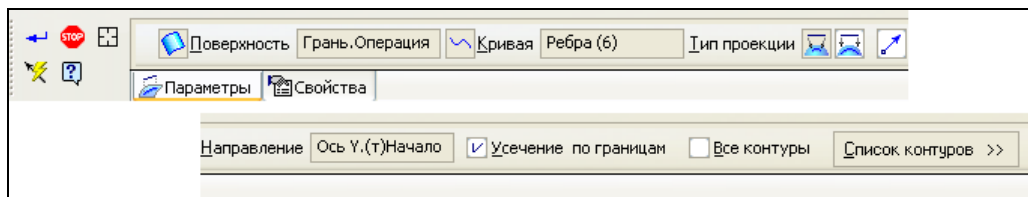

Рис. 7.4. Панель свойств команды **Проекционная кривая**
- ◆ укажите ЛК мыши в модели поверхность или совокупность граней, на которую требуется спроецировать базовую кривую. На Панели свойств на вкладке **Параметры** (рис. 7.4) в поле **Поверхность** отобразится указанный объект и автоматически активизируется переключатель **Кривая**;